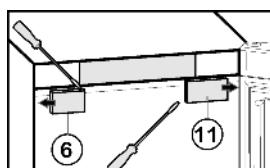

Fig. 5
- ▶ Снятие крышки со стороны ручки Fig. 5 (6): справа выведите из фиксатора при помощи плоской отвёртки и сдвиньте наружу.
- ▶ Снятие крышки со стороны шарнира Fig. 5 (11): слева выведите из фиксатора при помощи плоской отвёртки и сдвиньте наружу.
- Установите крышку Fig. 5 (6) снаружи со стороны шарнира с поворотом на 180° и защелкните ее.